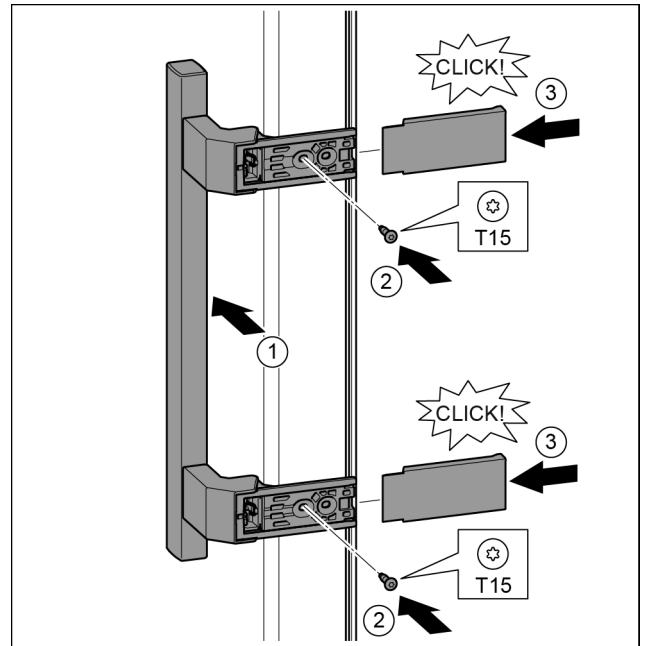

Fig. 39
- ▶ Встановіть ручку з протилежного боку. *Fig. 39 (1)*
- ▶ Закрутіть гвинти за допомогою викрутки T15. *Fig. 39 (2)*
- ▶ Встановіть кришки з боків та вставте їх. *Fig. 39 (3)*